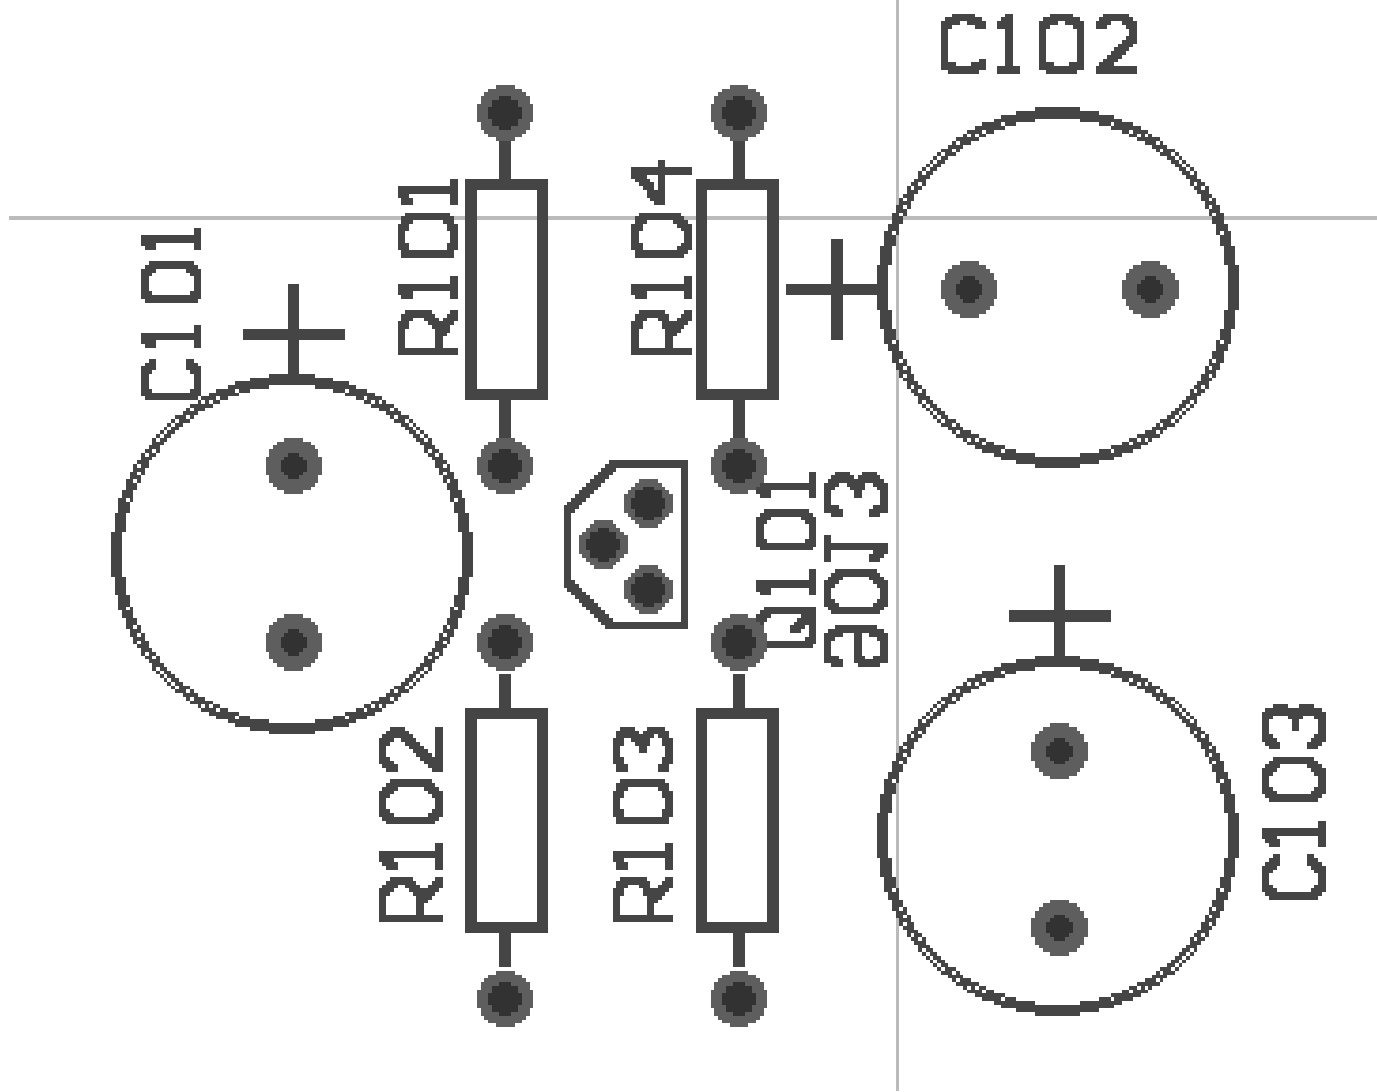

图5-16 调整元件位置后
(1) 为了方便自动插件操作，除个别特殊元件外，元件沿水平或垂直方向排列，且所有元件（至少是同类元件）在板上排列方向要一致，即所有电阻、IC芯片等必须横排或竖排。
(2) 印制电路板上的元件，尽可能呈“井”字形排列，即垂直排列的元件，尽可能靠左或右对齐；水平排列的元件，必须靠上或下对齐。这样不仅美观，连线长度也短。
(3) 布线或连线前，所有引脚焊盘必须位于栅格点上，使连线与焊盘之间的夹角为 135° 或 180° ，以保证连线与元件引脚焊盘连接处的电阻最小。调整结果如图5-16所示。